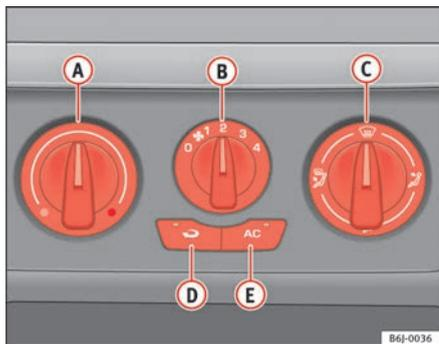

Fig. 86 Comandos do aquecimento no painel de instrumentos
- Rodar o regulador da temperatura ⇒ fig. 86 **A** para a esquerda.
- Rodar o regulador da temperatura ⇒ fig. 86 **A** para a direita, até ser atingido o nível de aquecimento pretendido.
- Rodar o regulador da temperatura ⇒ fig. 86 **A** para a direita, até ao nível máximo de aquecimento.
- Rodar o regulador da temperatura ⇒ página 123, fig. 86 **(A)** para a zona do aquecimento.